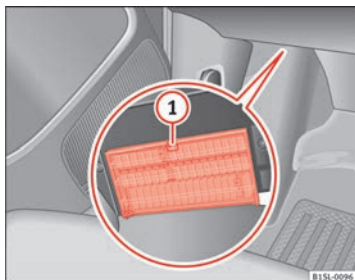

Fig. 147 Sous la planche de bord, côté conducteur : cache de la boîte à fusibles.
- **Ouverture** : appuyez sur le levier de verrouillage ⇒ fig. 147 ① jusqu'à ce que le couvercle puisse s'ouvrir.
- **Fermeture** : rabattez le couvercle vers le haut dans le sens contraire à la flèche jusqu'à ce qu'il s'encaste de manière audible sur le levier de verrouillage ①.